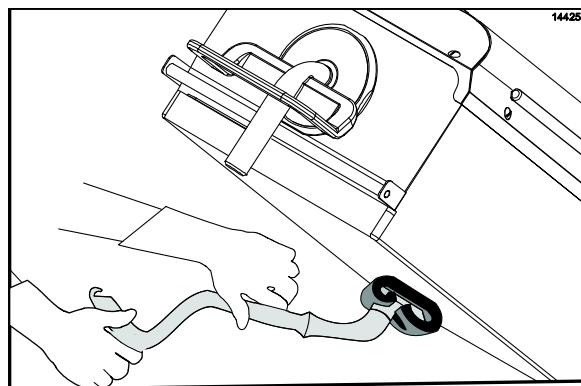

Figura 90
16. Aplique a solução de limpeza de grill nas superfícies do platen, percorrendo os platens da direita para a esquerda. (Veja a Figura 90.)